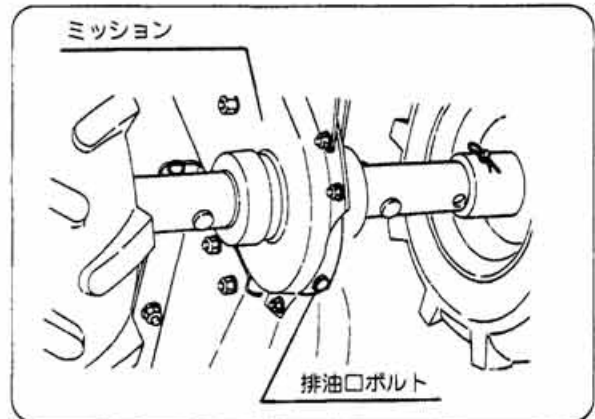

図36
- ① 注油栓を取外してください。
- ② ミッションケース下部にある排油口ボルトを取外して汚れたオイルを流し出してください。(図36)
- ③ 給油口からミッションオイルをゆっくり給油してください。